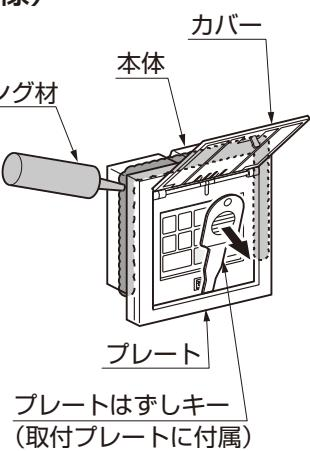

図3-7
③シークレットキー(テンキー)のプレートを取外してください。(図3-7参照)
(下にはしないでください) (図3-7参照)